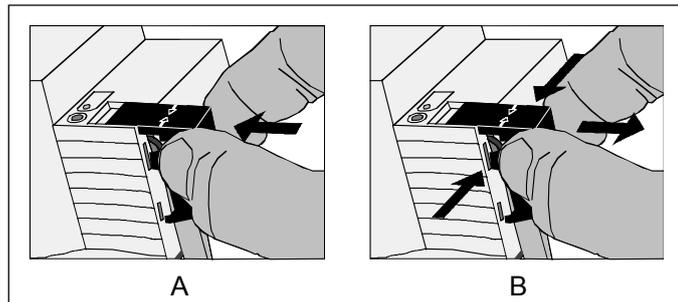

Рис. 2: Установка / удаление защитного кожуха
- Установка кожуха: Кожух надевается на шинную клемму (см. Рис. 2-А) до ощутимой фиксации.
- Удаление кожуха: Для снятия кожуха необходимо слегка нажать на него сбоку и потянуть на себя (см. Рис. 2-В).